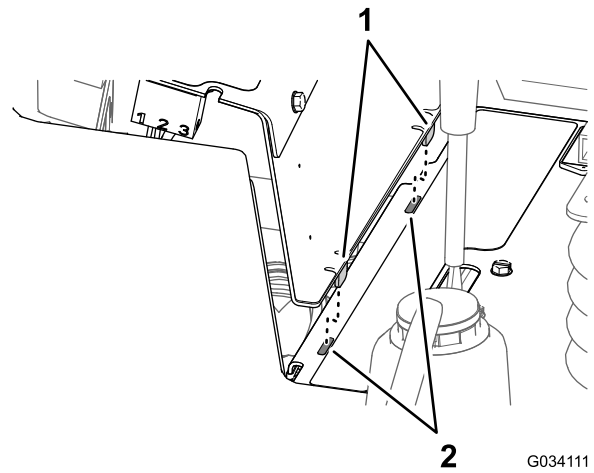

Figure 58
2. Alignez les 2 pattes au bas du panneau latéral et les 2 fentes dans le cadre de la console (Figure 58).